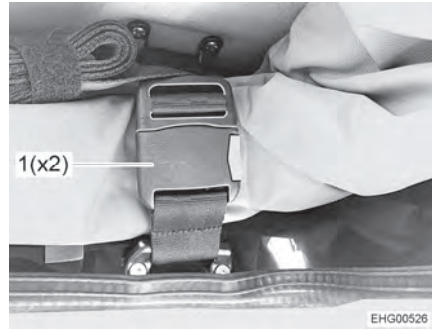

Fig. 55 Hebilla
- Abrir ambas hebillas (Fig. 55,1).